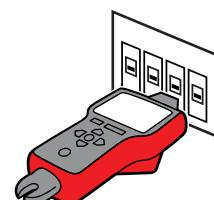

Figura 3.5b
- a)A unidade irá começar automaticamente no modo 1 <logo> **PROCURAR**, tal como ilustrado na Figura 3.5b.